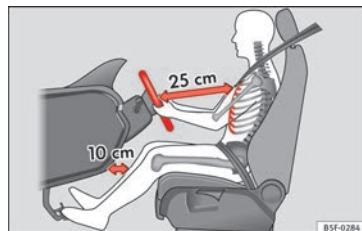

Fig. 71 Distância correta entre o condutor e o volante.
- Ajustar o volante de modo a que a distância entre o volante e o tórax seja de pelo menos 25 cm » **Fig. 71.**
- Regule o banco do condutor de modo a assegurar uma distância mínima de 25 cm entre o tórax e o centro do volante » **Fig. 71.** Se essa distância for inferior a 25 cm, o sistema de airbags não poderá protegê-lo convenientemente.